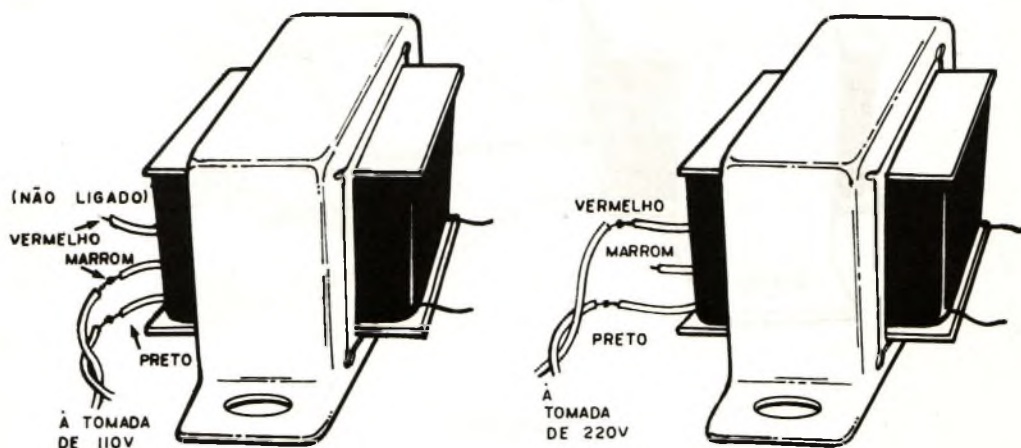

figura 252
b) O transformador possui um enrolamento primário duplo, isto é, com uma tomada que permite sua ligação tanto em 110 V como em 220 V. Neste caso o enrolamento primário terá três fios, normalmente: preto, marrom e vermelho que devem ser ligados à tomada conforme mostra a figura 252.